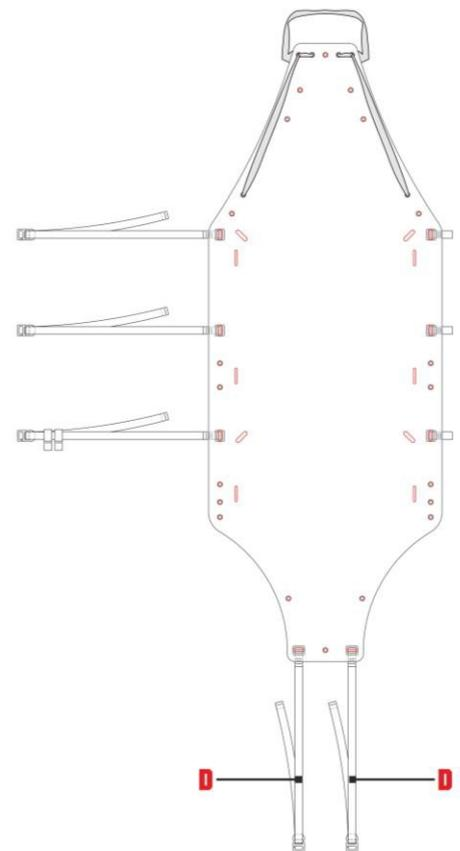

Рис. 12
- d) вставьте ленту (D) в прорези A3 опорной поверхности (рис. 12),